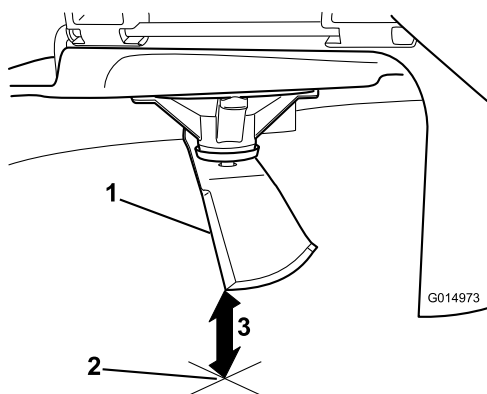

Figura 93
3. Mida desde la punta de la cuchilla hasta la superficie plana (**Figura 93**).